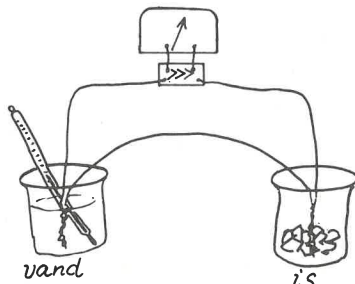
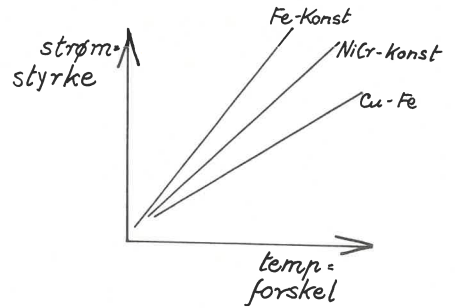

Fig. 14
Fig. 15
h) Et eksempel på elevforsøg (fig. 14): Figuren viser opstilling af apparatur, og fig. 15 antyder et resultat af forsøget.